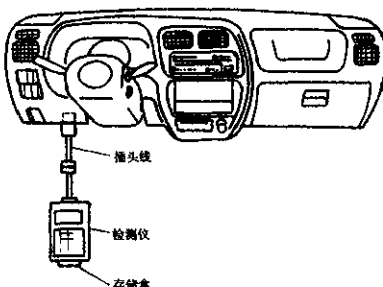
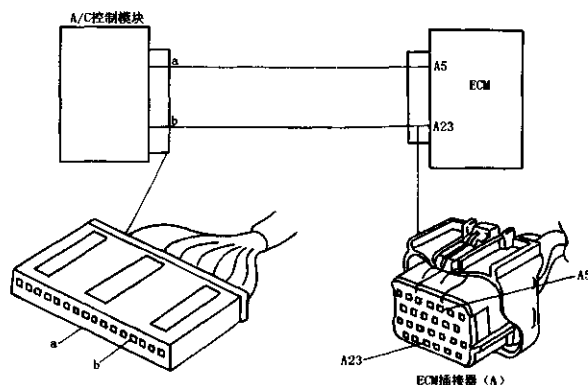

图 4-81 安装检测仪
图 4-82 A/C信号器电路图
①关闭点火开关，安装 SUZUKI 检测仪。如图 4-81 所示。
②启动发动机怠速运转。观察检测仪上 A/C 信号器参数。
③将 A/C 开关转至 OFF (关) 位置。看检测仪是否显示。
④A/C 信号器电路，如图 4-82 所示。